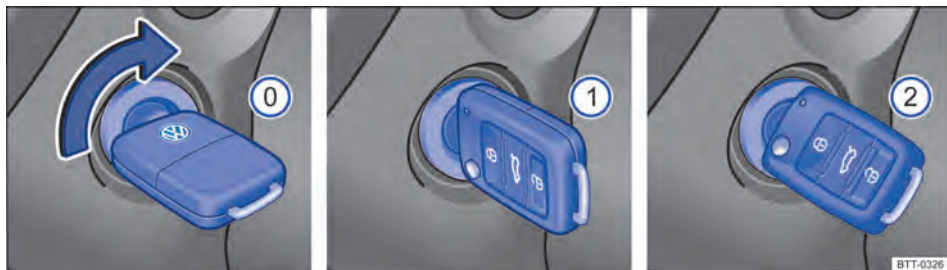

Fig. 103 Posições da chave do veículo no cilindro da ignição.
Posições da chave do veículo ⇒ Fig. 103
3.	Somente veículos com motor a diesel: para o pré-incandescência, girar a chave do veículo no cilindro da ignição para a posição ⇒ Fig. 103 ① . A luz de controle  se acende no instrumento combinado.